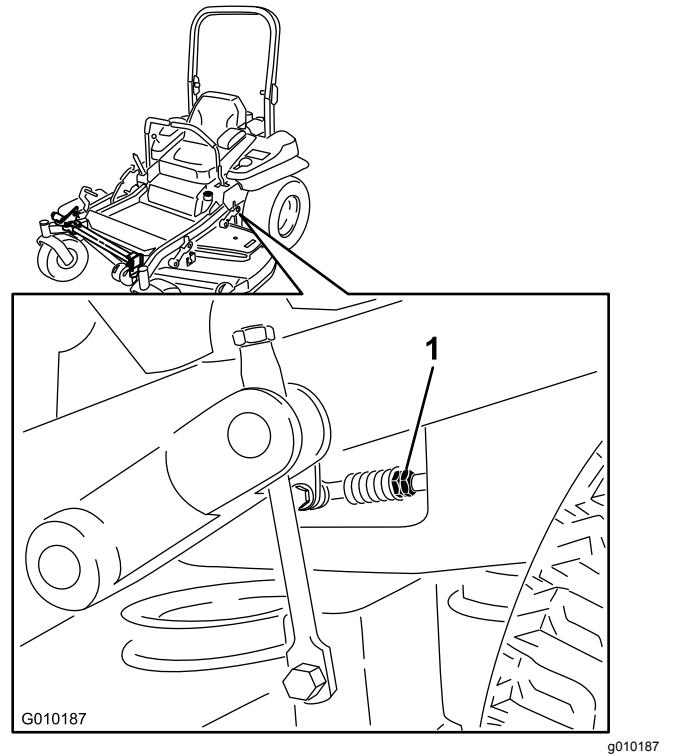

Bild 100
11. Stellen Sie die Länge der Pumpenschaltstange ein, indem Sie die Doppelmuttern an der Stange so weit in die entsprechende Richtung drehen, bis sich die Räder leicht zurückdrehen (Bild 100).